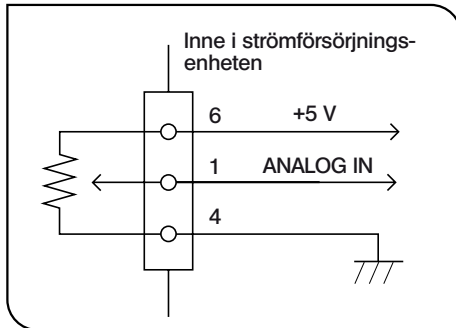

Fig. 7
## 3 Styrning av ljusmängden med extern spänningsregulator (Fig. 7)
1. Anslut en spänningsregulator så som visas i fig. 7.